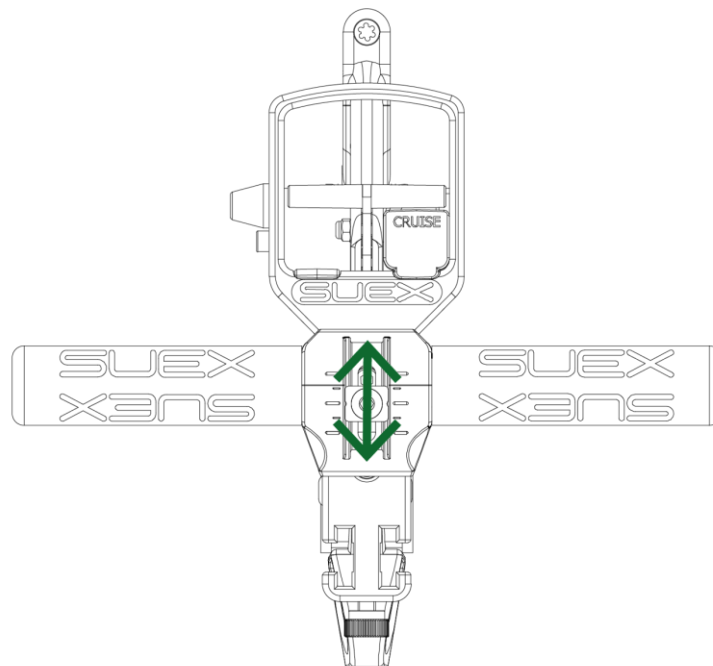

Fig 8 - Regolazione della posizione dell'impugnatura
- farla scorrere verso il basso per aumentare la distanza dal grilletto (per mani di grandi dimensioni)**Fig 8 - a pag. 10**